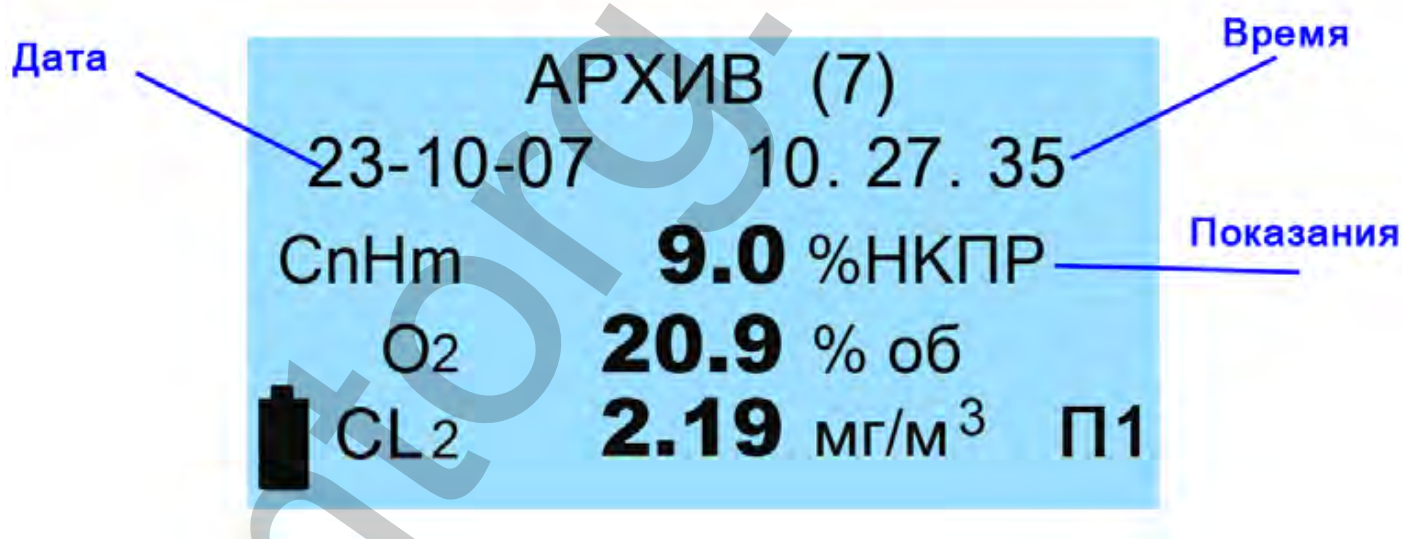

Рисунок 6 – Страница "Архив"
4.1 Для просмотра архива, находясь в режиме «Рабочее состояние» (см. п. 2), нажать кратко кнопку «ВЫБОР». Появится страница с названием «Архив (xxxx)», где (xxxx) – номер последней записи в архиве. Изображение этой страницы приведено на рис. 6.